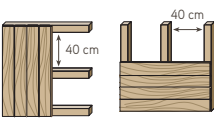

Fig. 2
- Es muy importante dejar juntas de dilatación en pisos, cielos y encuentros de muros (Fig. 2). Asimismo, considerar 2 mm de separación entre piezas. Es especialmente crítico en paños de grandes dimensiones.